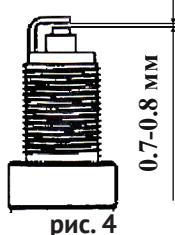

рис. 4
- рекомендуется проверить величину межэлектродного зазора, который должен составлять 0,7-0,8 мм (см. рис.4). При существенном отклонении величины зазора от указанной, необходимо его отрегулировать (восстановить) или заменить свечу;